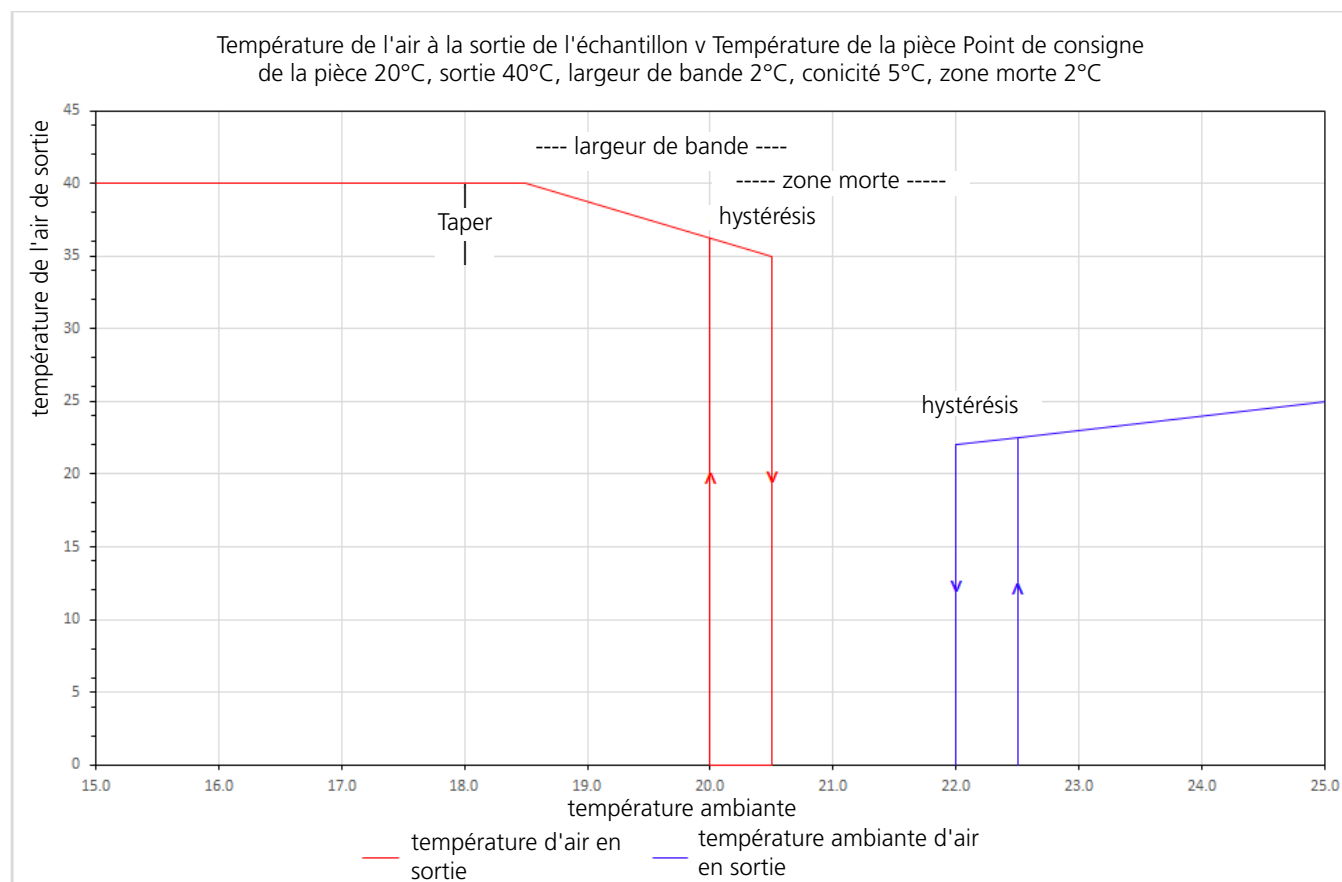

Figure 1
7. Régler la largeur de bande, sur l'ensemble du système, plage de 2 ~ 10°C, par défaut 2°C. Voir figure 1. Régler de la bande passante, plage 2 ~ 20°C, par défaut 5°C. Régler la bande morte, sur l'ensemble du système, plage 2 ~ 10°C, par défaut 2°C.